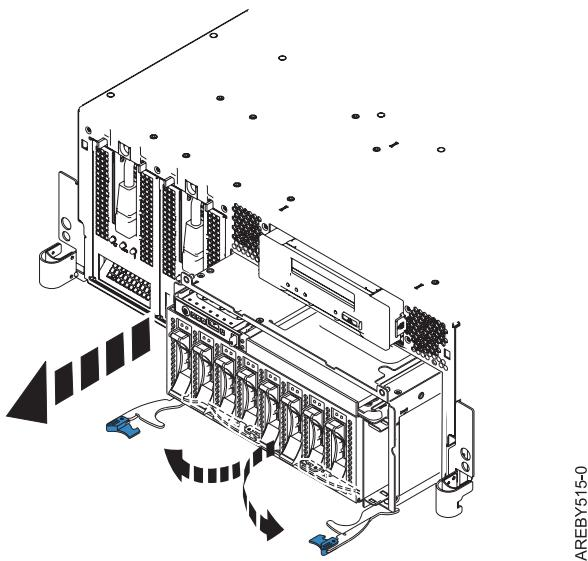
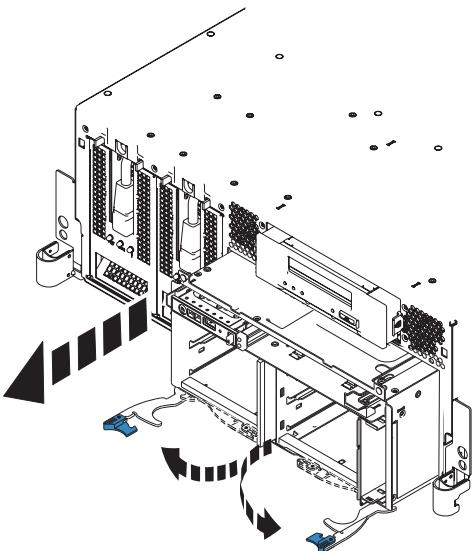

図8. 装着されたディスク・ドライブ・バックプレーンの取り外し
図9. 未装着ディスク・ドライブ・バックプレーンの取り外し
14. 図8および10ページの図9に示すように、ハンドルをバックプレーン中央から開くように引いて、ディスク・ドライブ・バックプレーンをアンロックします。